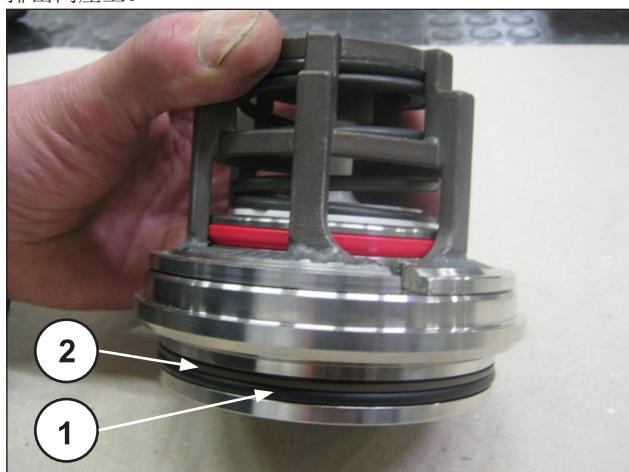

图 184
把O形圈 (①, 图 184) 和抗挤压环 (②, 图 184) 安装在排出阀座上。